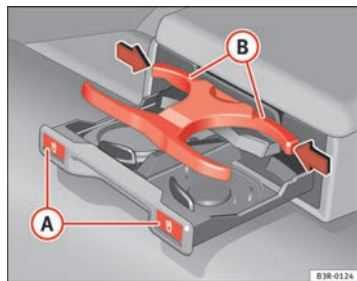

Abb. 121 Getränkehalter in der Armlehne hinten
- Drücken Sie auf das Symbol (A) ⇒ Abb. 121.